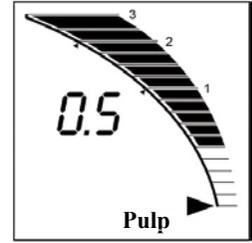

Figura 16
- Con uno spessore della dentina inferiore a 1.0 mm, l'indicatore LED diventerà rosso e verrà attivato un segnale sonoro continuo, a segnalare un pericolo per la vitalità della polpa (figura 16).